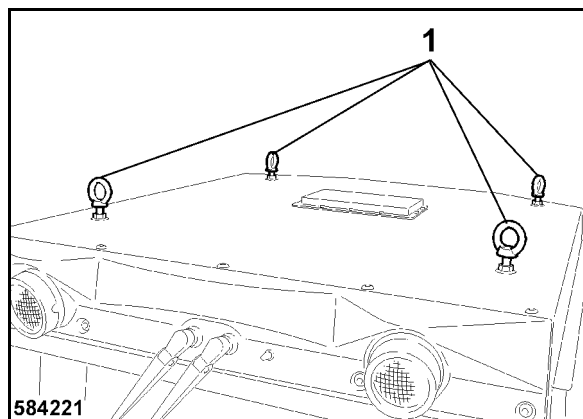

Bild 168
- Kiinnitä kiinnitysvälineet neljään nostolenkkiin 1 (Bild 168).